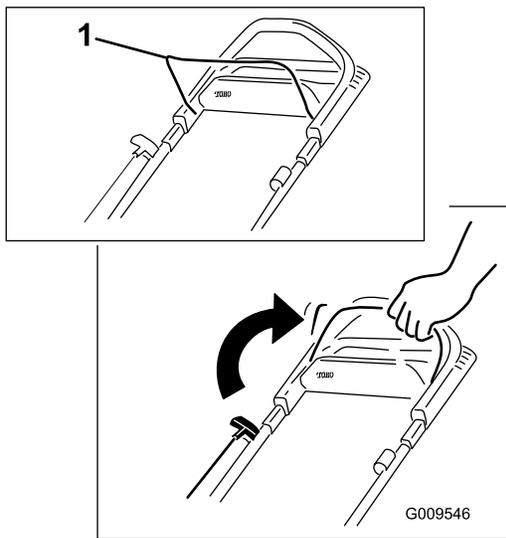

図 16
1. ブレードコントロールバーをハンドルに押し付けるように握りこむ 図 16。